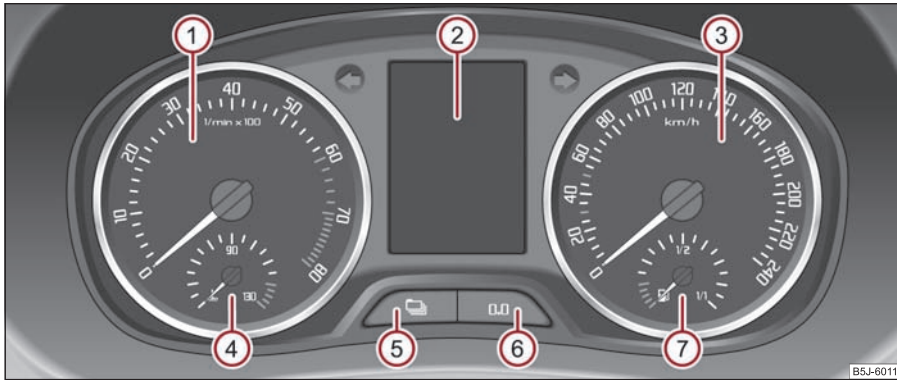

Abb. 15 Kombi-Instrument
Der rote Bereich der Drehzahlmesserskala ① ⇒ Abb. 15 kennzeichnet den Bereich, in dem das Motorsteuergerät beginnt, die Motordrehzahl zu begrenzen. Das Motorsteuergerät begrenzt die Motordrehzahl auf einen sicheren Grenzwert. ►
Die Kühlmitteltemperaturanzeige (4) ⇒ Seite 15, Abb. 15 arbeitet nur bei eingeschalteter Zündung.
Die Kraftstoffvorratsanzeige (7) ⇒ Seite 15, Abb. 15 arbeitet nur bei eingeschalteter Zündung.
Halten Sie den Rückstellknopf **ⓐ** ⇒ Seite 15, Abb. 15 ca. 1 Sekunde gedrückt, wird der Tageszähler auf Null zurückgestellt.